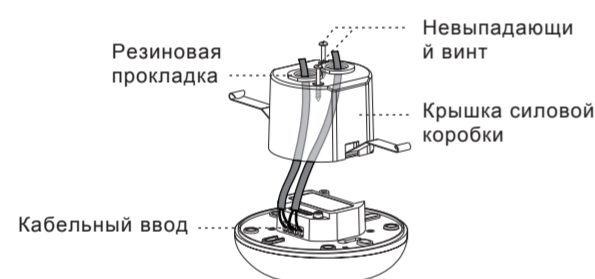

Рис. 11
4.4.2.2 Снимите резиновую прокладку с крышки силовой коробки с помощью отвертки, а затем проведите через нее кабели (см. рис. 11).